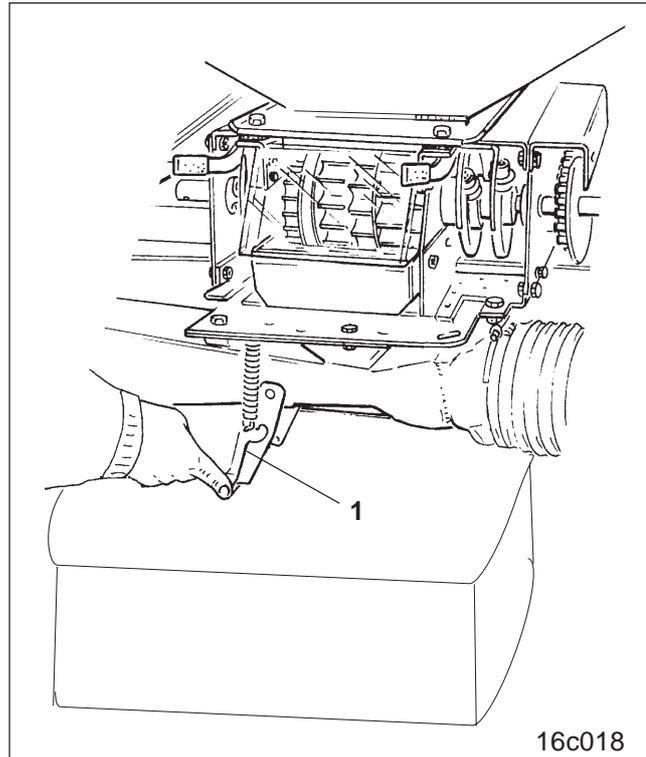

Fig. 10.3
Placez l'auge d'étalonnage (fig. 10.3) sous l'organe de dosage. Soulevez quelque peu éventuellement auparavant l'outil de préparation de sol avec la trémie.
Ouvrez la trappe (fig. 10.3/1).
- fermez la trappe (fig. 10.3/1), fixez et goupillez l'auge d'étalonnage à la trémie.